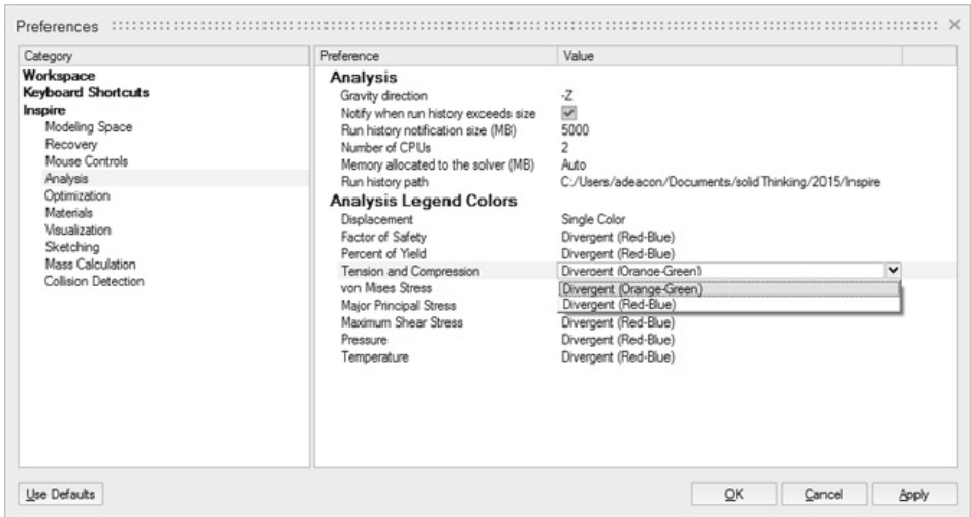

图 8-22
4) 要更改用于该结果类型或其他结果类型的图例颜色, 请单击图例旁边的图例选项按钮, 然后选择图例颜色, 偏好设置窗口将打开, 通过该窗口即可更改每一种结果类型的默认图例颜色, 如图 8-22 所示。